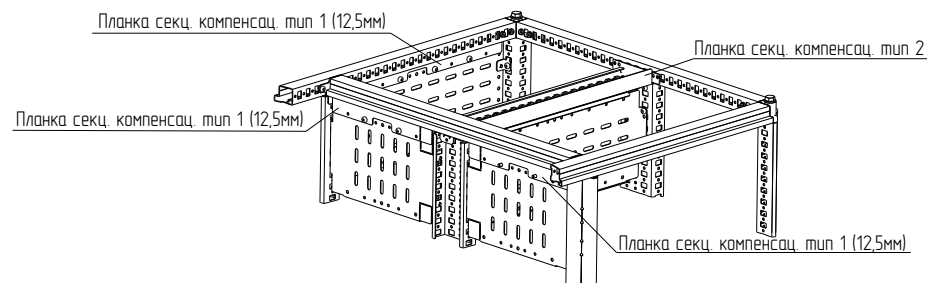

Рисунок 4
4.1.3 Приложить планку секционирования компенсационную тип 2 к рейке основания/крыши и закрепить винтами М6×10 (рисунок 4). Момент затяжки – 7 Н·м.